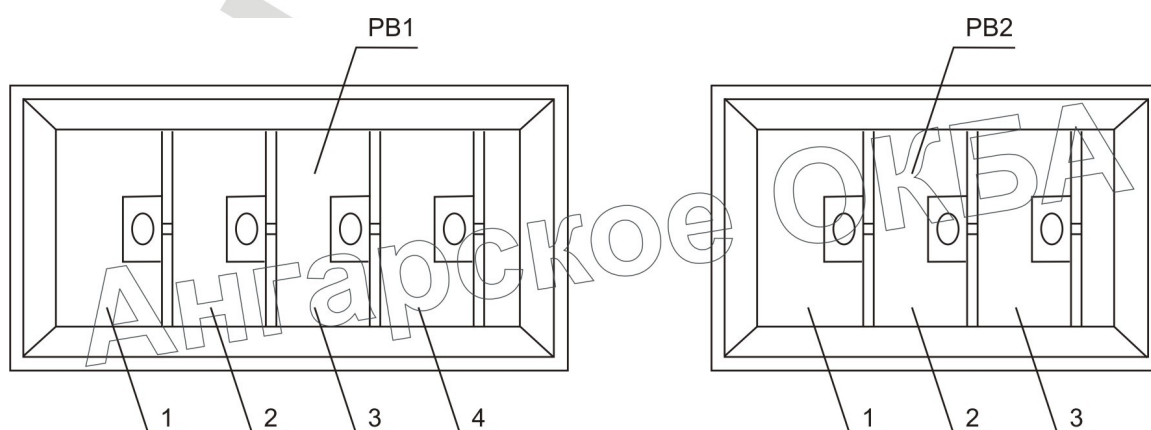

Рисунок 4. Регистры ввода.
е) если показания находятся за указанными пределами, установить с помощью переключателей регистра ввода РВ1 (переключатели с 1 по 4, рисунок 4) показания гигрометра равны $(33 \pm 1) \%$. Устанавливать показания гигрометра следует подбором комбинаций положений переключателей, начиная с младшего разряда (переключатель 4 регистра ввода РВ1).
- д) если показания гигрометра находятся за указанными пределами, установить с помощью переключателей регистра ввода РВ2 (переключатели с 1 по 3, рисунок 4) показания гигрометра равными $(85 \pm 1,5)$ %. Устанавливать показания гигрометра следует подбором комбинаций положений переключателей, начиная с младшего разряда (переключатель 3 регистра РВ2).